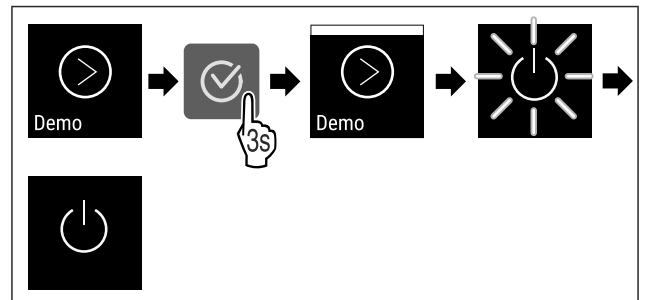

Fig. 111
- ▶ Végezze el a gyakorlati lépéseket (lásd Fig. 111) .